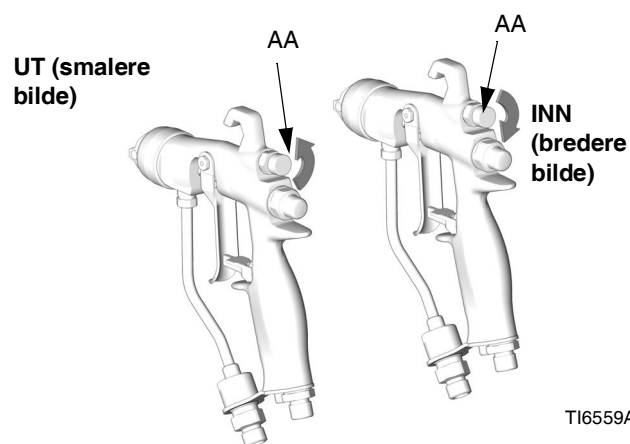

FIG. 6. Knott for bildeluft
- Se FIG. 6. Steng bildejusteringsluften ved å vri knotten (AA) med urviseren (innover) i ytterstilling. Dette stiller pistolen inn for det bredeste bildet.